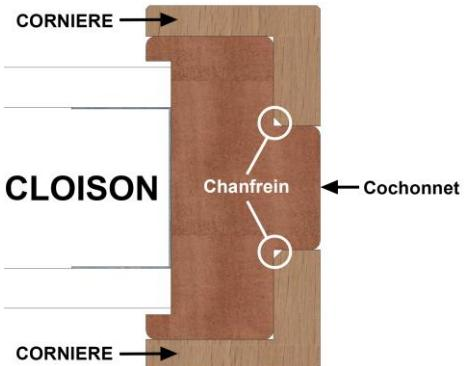

Figure 4
- b) Avec feuillure et contre feuillure : figure 4
5.3.1.4. CAS AVEC FEUILLURE ET CONTRE FEUILLURE SUR MONTANTS SEULEMENT (SECTION < 118x56) * - figure 4 -